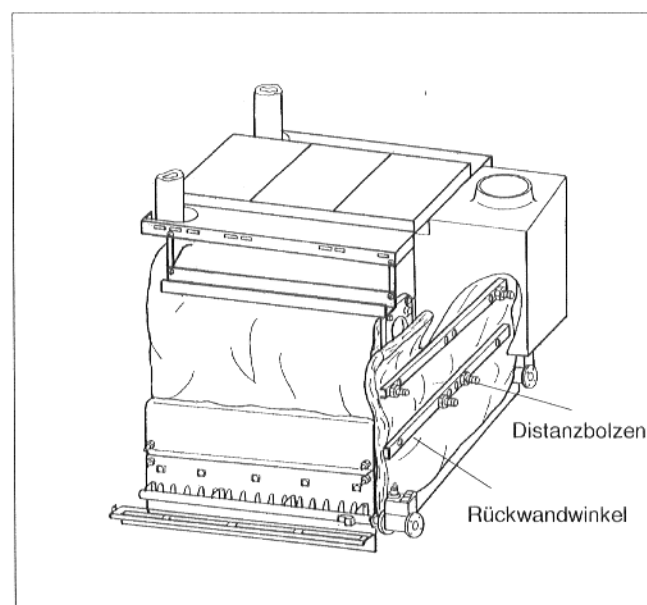

Abb.33
- Die beiden Rückwandwinkel über die Distanzbolzen schieben und mit Muttern befestigen (Abb. 33).